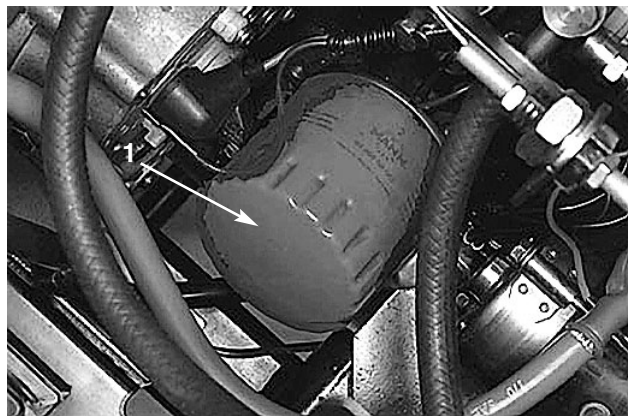

Figure 31
2. Déposez le filtre à huile (Fig. 31). Appliquez une fine couche d'huile propre sur le joint du filtre de rechange avant de le visser en place. **NE SERREZ PAS EXCESSIVEMENT.**